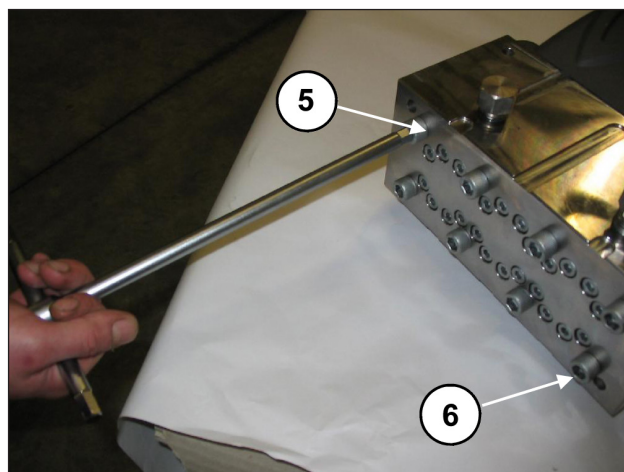
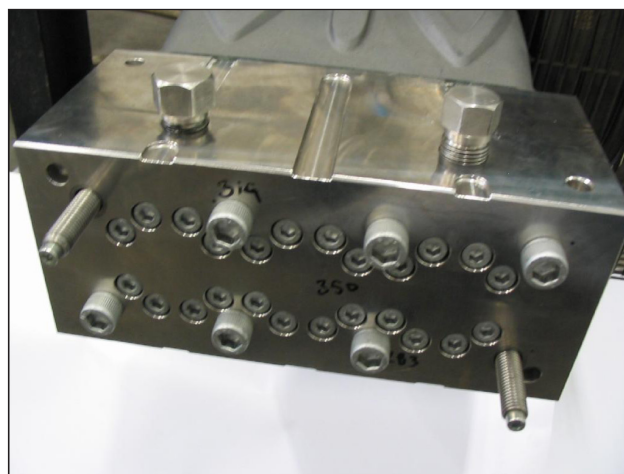

Fig. 35
Fig. 36
- Desatornillar los tornillos de fijación del cabezal M12x260 5 y 6 tal y como se indica en la Fig. 35 y sustituirlos con dos tornillos - clavija de servicio (cód. 27508200) como se indica en la Fig. 36. A continuación, quitar los tornillos restantes.